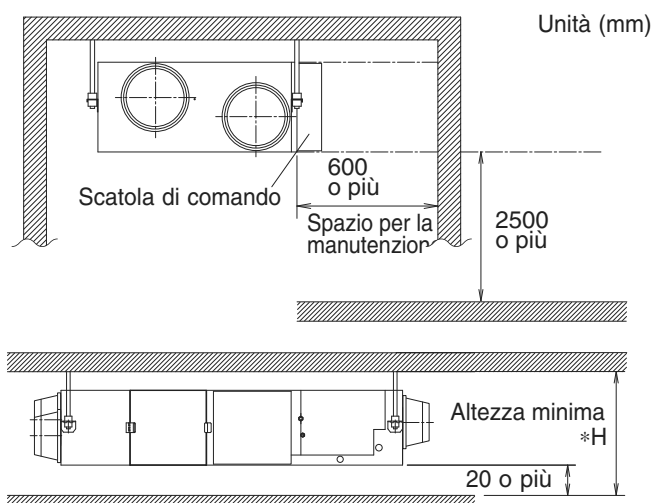

Fig. 1
- Dove sia assicurato uno spazio sufficiente per le riparazioni e la manutenzione. **(Fare riferimento alla Fig. 1)**